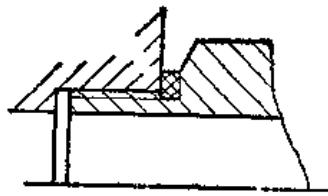

图6-1-20 平螺纹管接头
④ 金属零件与平垫圈相接触的端面，必须垂直于其轴心线，并要求平整无径向划伤缺陷。
⑤ 拧紧法兰盘上四个螺母时，要对角拧紧，施力均匀，逐步上紧，使其紧密无隙。
2) 平螺纹管接头 在压铸机上广泛采用的如图6-1-20所示的平螺纹管接头，这种管接头是依靠垫圈来防止泄漏的，但应注意如下几点：